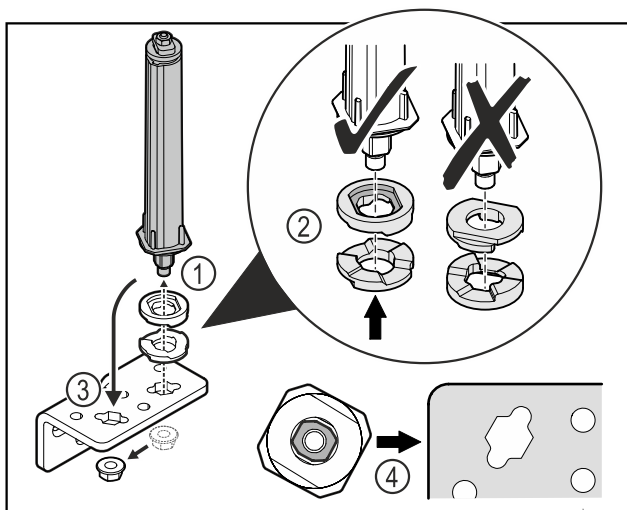

Fig. 27
- Lossa muttern och ta bort dörrlåssystemet Fig. 27 (1).
- Se till att rikta brickorna för höjdjustering korrekt Fig. 27 (2).
- Montera om dörrlåssystemet i gångjärnsfästet och fixera med muttern Fig. 27 (3).
- Kontrollera att dörrlåssystemet är korrekt riktat vid monteringen Fig. 27 (4).